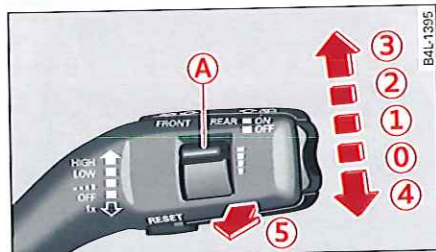

Fig. 49 Levier d'essuie-glaces : commande de l'essuie-glace avant
- ▶ Mettez et coupez de nouveau le contact d'allumage et amenez le levier d'essuie-glace dans les 10 secondes de la position 0 à la position 4 → page 46, fig. 49. ▶